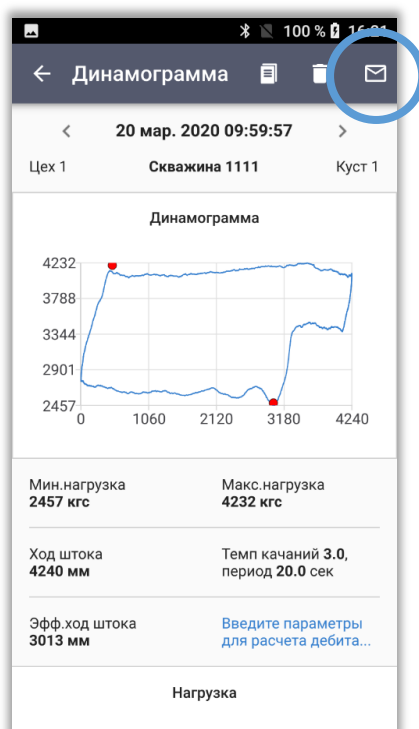

рис.19
4) Так же для отправки измерения Вы можете зайти в окно просмотра измерения и нажать значок «конвертик» в правом верхнем углу. (рис.19)